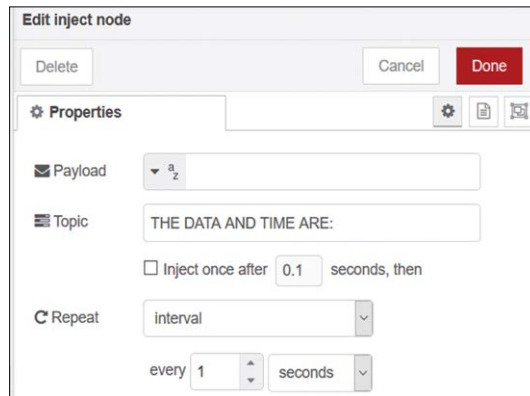

Figure 4.11 Le nœud injecteur
- Double-cliquez sur ce nœud, cliquez sur **Charge utile**, sélectionner **Chaîne** et entrez la chaîne suivante **LA DATE ET L'HEURE SONT** :. Sélectionnez l'intervalle de répétition à 1 seconde comme indiqué sur la figure 4.11.